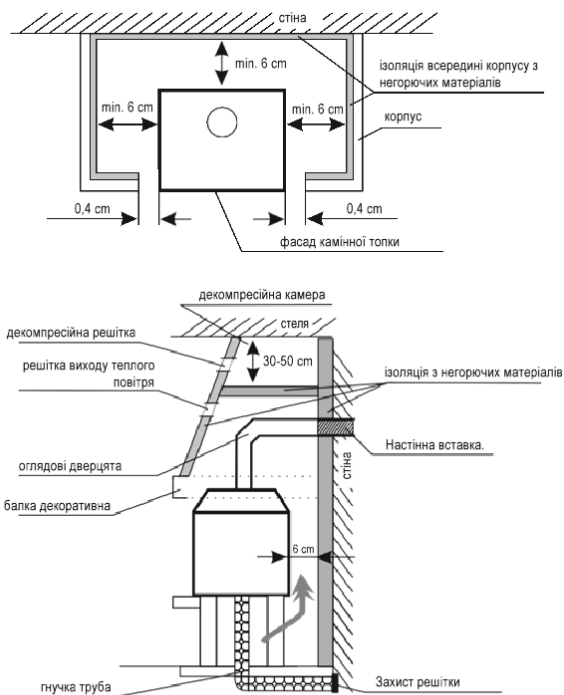

Рис.3. Приклад установки камінних топків - вид зверху і збоку.
- забезпечити конвекцію повітря між стінками топки і стінками корпусу. Для цього слід між ізоляцією стін корпусу, виконаного з негорючих матеріалів, та ребрами камінної топки залишити простір, шириною мін. 6 см (рис. 3),